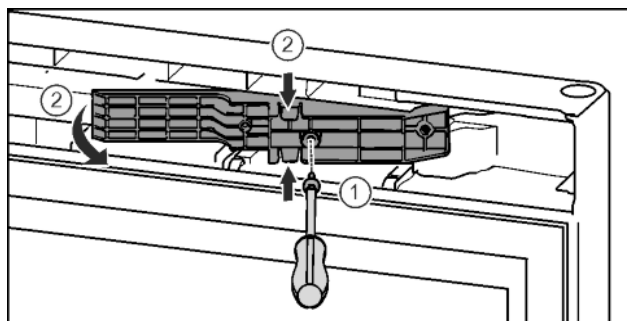

Fig. 16*
- Šroubovákem T15 uvolněte šrouby.* Fig. 16 (1)
- Vytáhněte adaptér.* Fig. 16 (2)